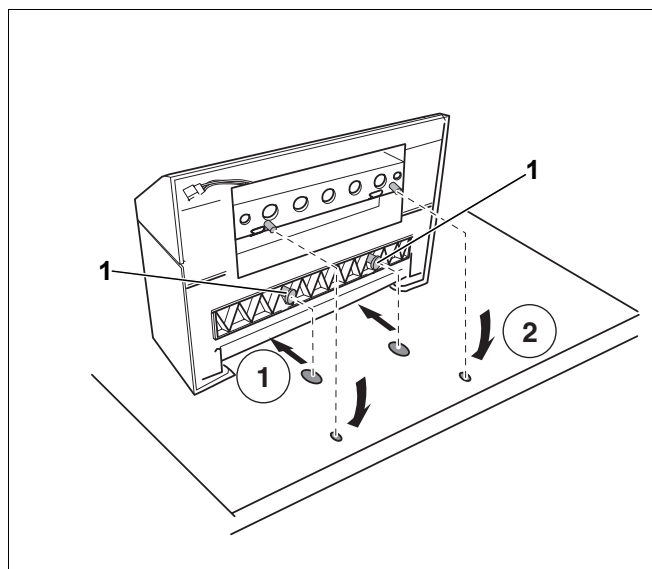

Рис. 6 Монтаж системы управления на отопительном котле (вид сзади отопительного котла)
- Вставить передние крюки (рис. 6, **поз. 1**) снизу на систему управления в предусмотренные для них пазы на котле и задвинуть систему управления вперед (рис. 6, **шаг 1**).
- Нажать на систему управления сзади вниз до защелкивания (рис. 6, **шаг 2**).